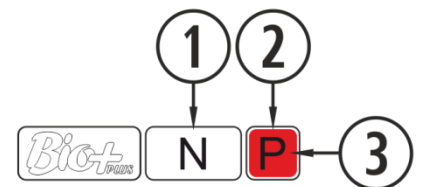

Figura 4
Para realizar o encendido debemos pulsar a tecla Ⓞ (botão ligado - apagado) do painel de comando. No punto ③ da figura 4 cambiará a sua cor, a medida que a estufa pasa po las diferentes fases de acendimento.